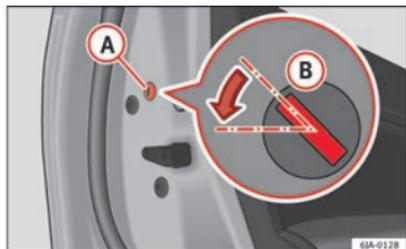

Fig. 47 Puerta trasera: bloqueo de emergencia.
- Quite la tapa **A** ⇒ fig. 47.